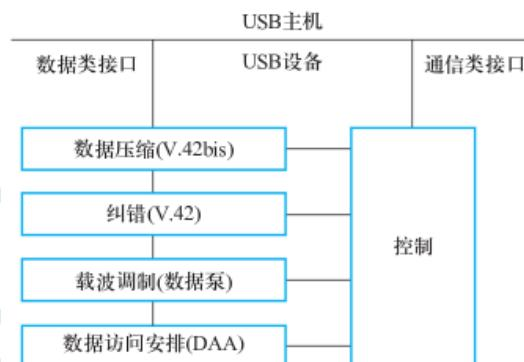

图 15.35 抽象控制模型
通过抽象控制模型，USB 设备可以理解标准 V.25ter(AT) 命令。该设备包含一个数据泵和微控制器，用于处理 AT 命令和继电器控制。该设备同时使用数据类接口和通信类接口。有关这两种接口的使用说明，请参照图 15.35。设备有时也可以使用其他类接口，如使用音频类接口来实现扬声器中的音频功能。